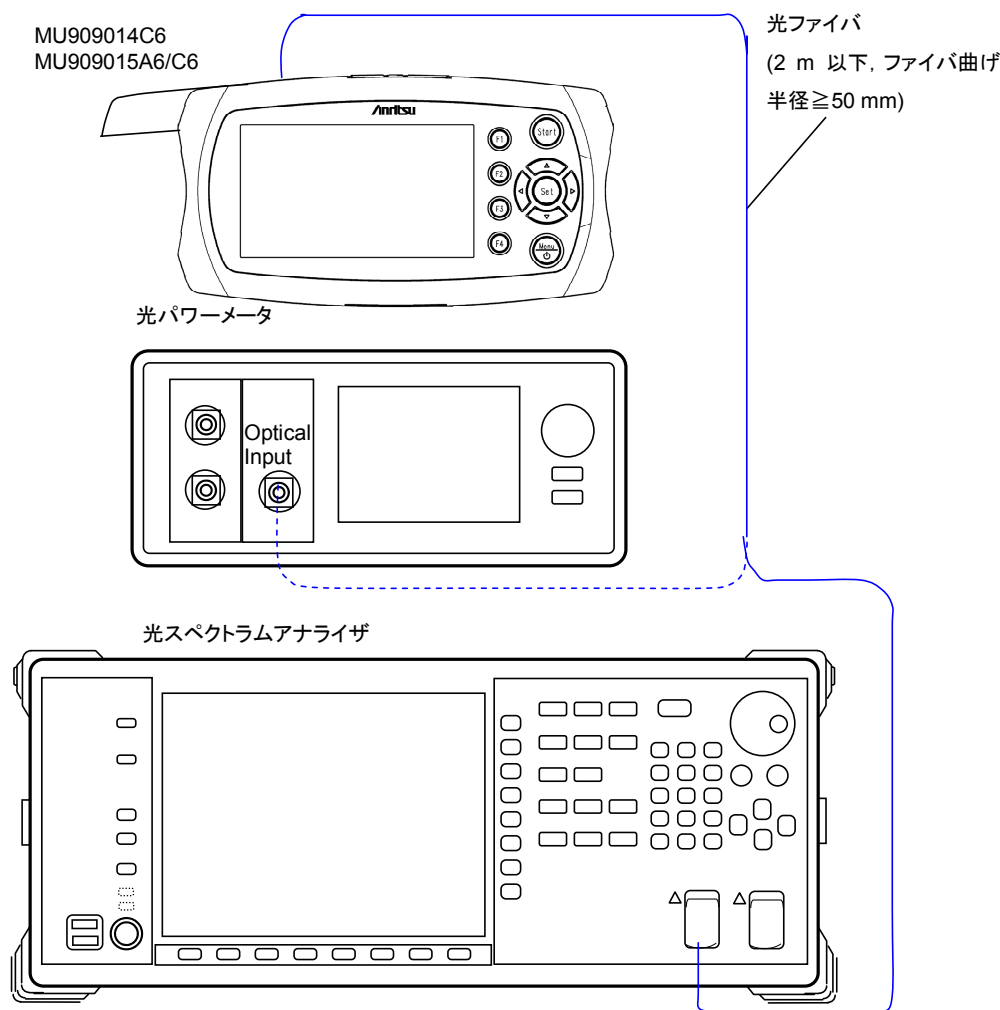

図11.1.9-1 光源の試験接続図
1. 本器の光源出力と光スペクトラムアナライザを、図 11.1.9-1のとおりに接続します。
10. 本器の光源出力と光パワーメータを, 図 11.1.9-1のとおりに接続します。